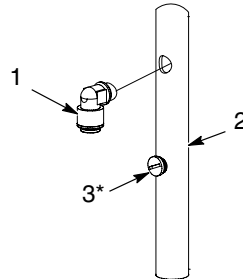

Figura 3 Tubo del colector con racor y tapón
1. Ver la figura 3. Instalar los racores (1) en el conjunto de tubo del colector (2), cerca de la posición de pistola, en ambos lados de la ranura de la pistola. Se deben tapar (3) todos los orificios que no se utilicen en el conjunto de tubo del colector.